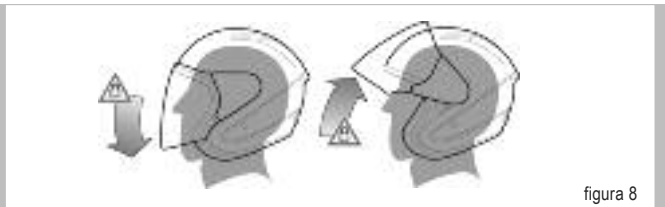

figura 8
**Acionamento** - veja figura 8